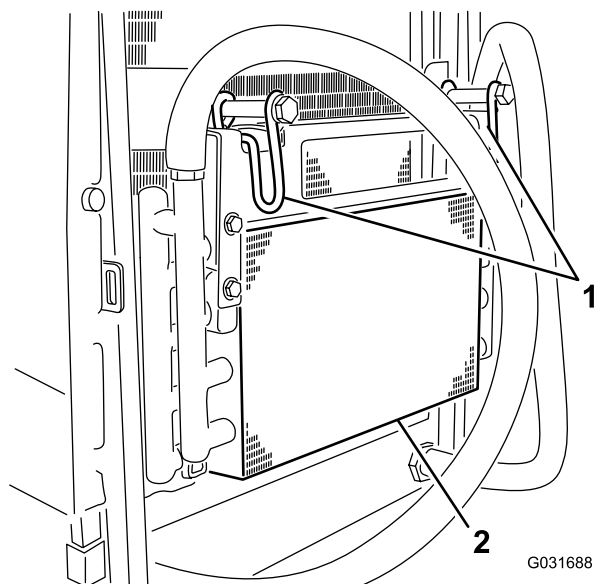

Figura 49
5. Girate i fermi verso l'interno per rilasciare il radiatore dell'olio (Figura 49).